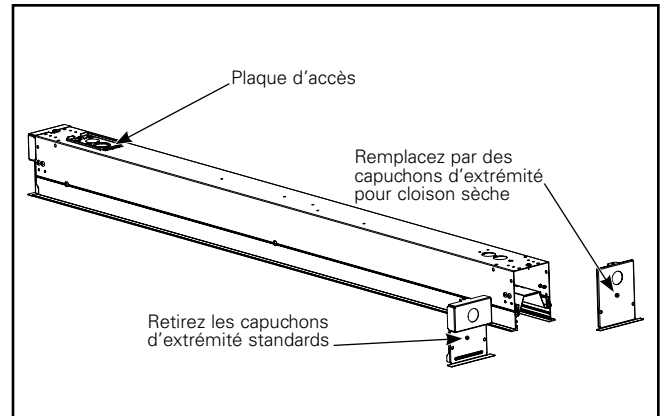

**Figure 1.**
1. Retirez d'abord les 4 fixations de la grille situées dans les coins du luminaire. Voir la figure 1.